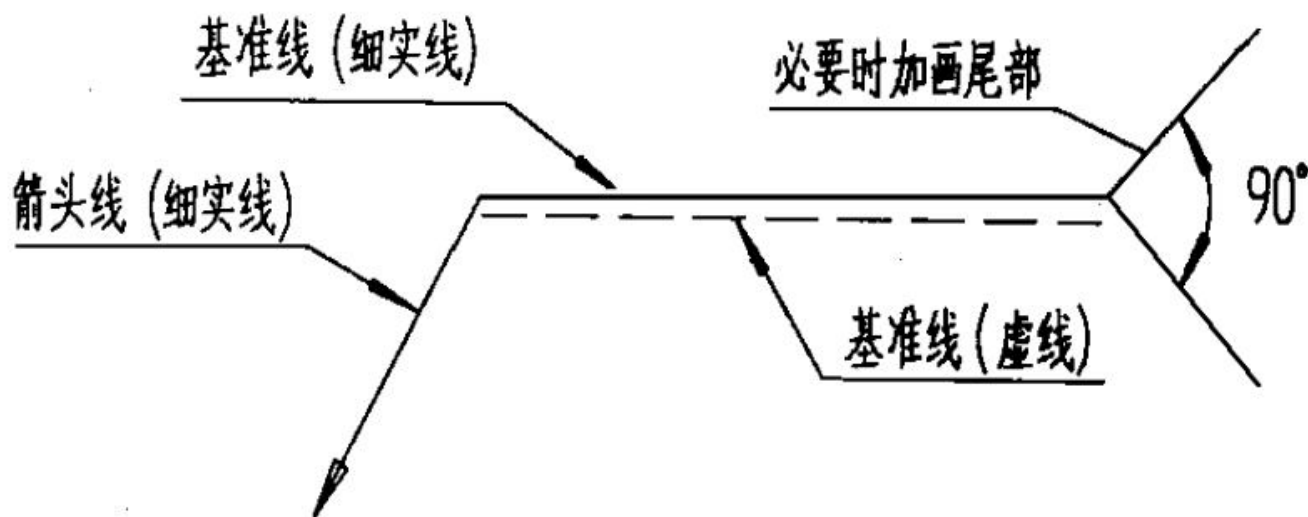

图1-02 焊缝的指引线
(2)、指引线采用细实线绘制，一般由带箭头的指引线（称为箭头线）和两条基准线（其中一条为实线，另一条为虚线，基准线一般与图纸标题栏的长边平行）必要时可以加上尾部（ 90° 夹角的两条细实线），如图1-02所示。